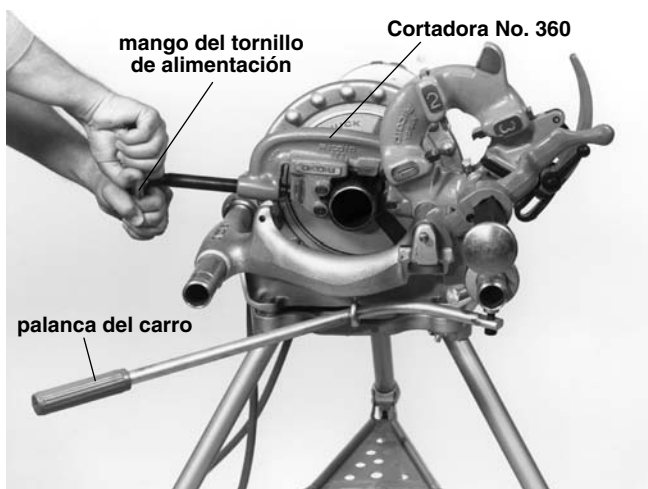

Figura 9 – Corte de tubos con la Cortadora No. 360
1. Chequee que la escariadora y el cabezal de terrajas se encuentren en posición de UP (arriba) (Figura 9).
6. Con ambas manos, agarre el mango de alimentación del cortatubos (Figura 9).